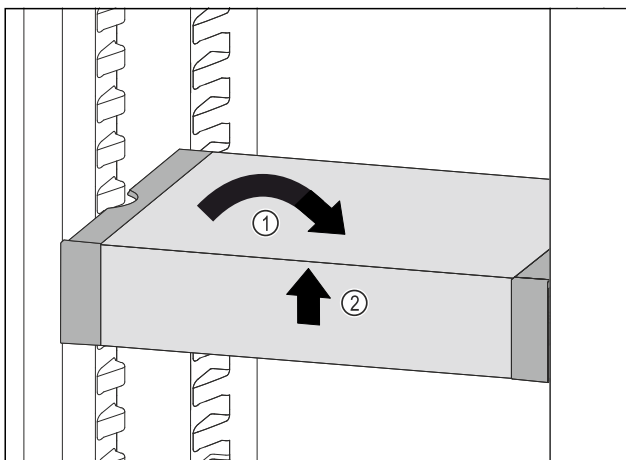

Fig. 32
- VarioSafe recht zetten. Fig. 32 (1)
- VarioSafe aan voorkant optillen. Fig. 32 (2)